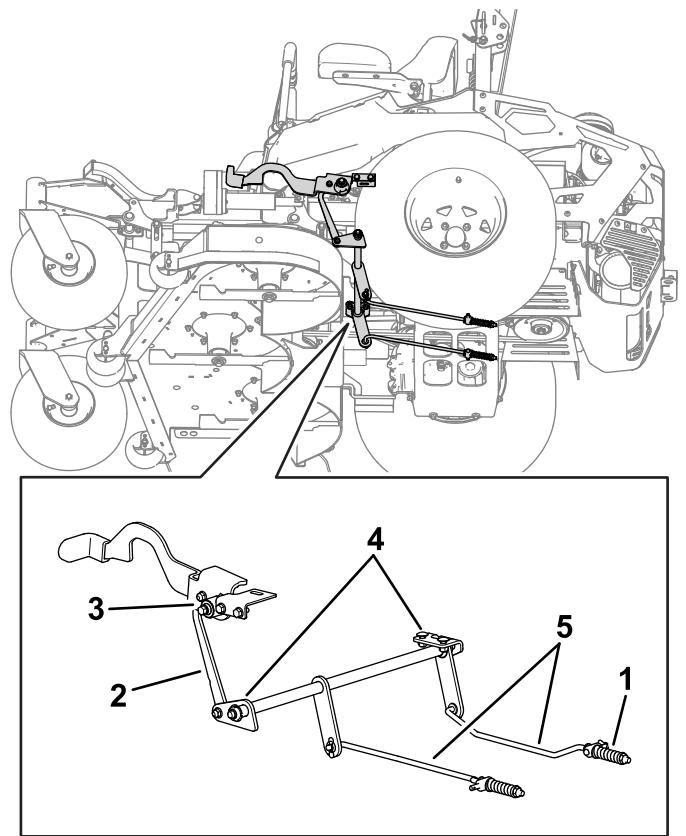

Figura 57
7. Se for necessário ajustar, desengate o travão de estacionamento. Inspecione todos os componentes das ligações do travão de estacionamento quanto a desgaste. Substitua quaisquer componentes gastos (Figura 57) e repita o passo 6.